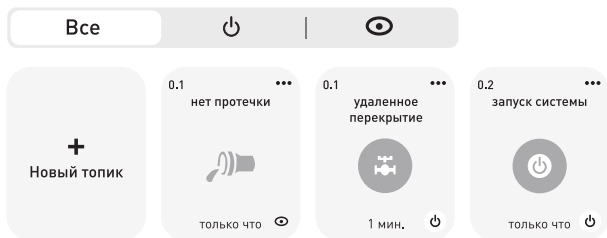

Рис. 9 Топики мобильного приложения ePRO 24
6.2. Сконфигурируйте контроллер ePRO 24 с мобильным приложением (ссылка на приложение <https://epro.ekfgroup.com/>) и добавьте соответствующие топики* мониторинга и управления, дайте им название. Всего понадобится три топики, один топик мониторинга и два топики управления (см. рис.9):